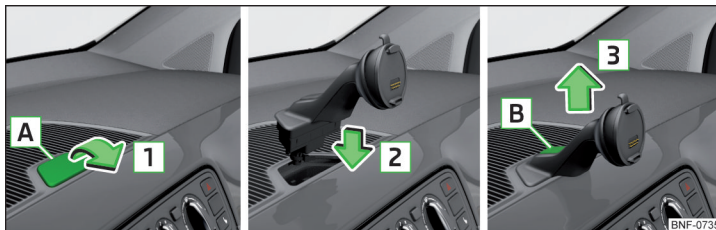

Fig. 86 Instalar/desinstalar la base del equipo
- Colocar en la apertura **A** » fig. 86 p.ej. una moneda y abrir con cuidado la tapa en el sentido de la flecha **1**.
- Pulse con la otra mano la tecla de desbloqueo **B** » fig. 86.